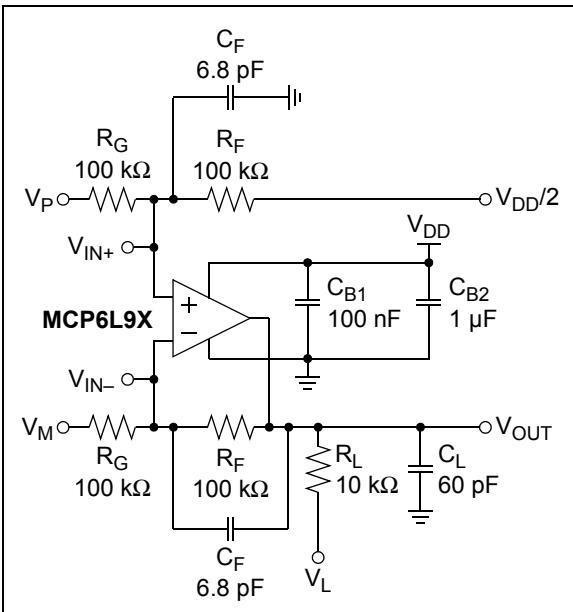

图 1-1: 用于大多数参数测试的交流和直流测试电路
电气规范：除非另有说明，否则所有参数的适用条件为  $T_A = +25^\circ\text{C}$ ,  $V_{DD} = 5.0\text{V}$ ,  $V_{SS} = \text{GND}$ ,  $V_{CM} = V_{SS}$ ,  $V_{OUT} \approx V_{DD}/2$ ,  $V_L = V_{DD}/2$  和  $R_L = 10\text{ k}\Omega$  连接到  $V_L$  (见图 1-1)。
**电气规范:** 除非另有说明, 否则所有参数的适用条件为  $T_A = +25^\circ\text{C}$ ,  $V_{DD} = 5.0\text{V}$ ,  $V_{SS} = \text{GND}$ ,  $V_{CM} = V_{SS}$ ,  $V_{OUT} \approx V_{DD}/2$ ,  $V_I = V_{DD}/2$  和  $R_I = 10\text{k}\Omega$  连接到  $V_I$  (见图 1-1)。
用于直流和交流测试的测试电路如图 1-1 所示。此电路可独立设置  $V_{CM}$  和  $V_{OUT}$ 。见公式 1-1。需要留意  $V_{CM}$  并不等于电路的共模电压  $(V_P + V_M)/2$ ，同时  $V_{OST}$  包括  $V_{OS}$  以及温度、CMRR、PSRR 和  $A_{OL}$  对输入失调电压的影响  $(V_{OST})$ ，输入失调误差。